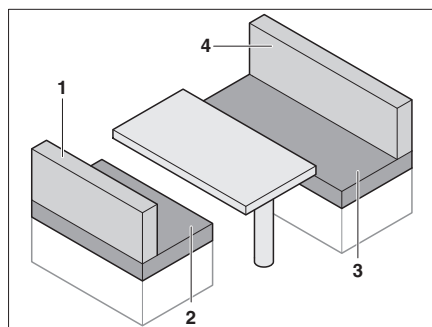

Fig. 72 Avant la transformation
- Retirer les coussins de dossier (Fig. 72,1 et 4).